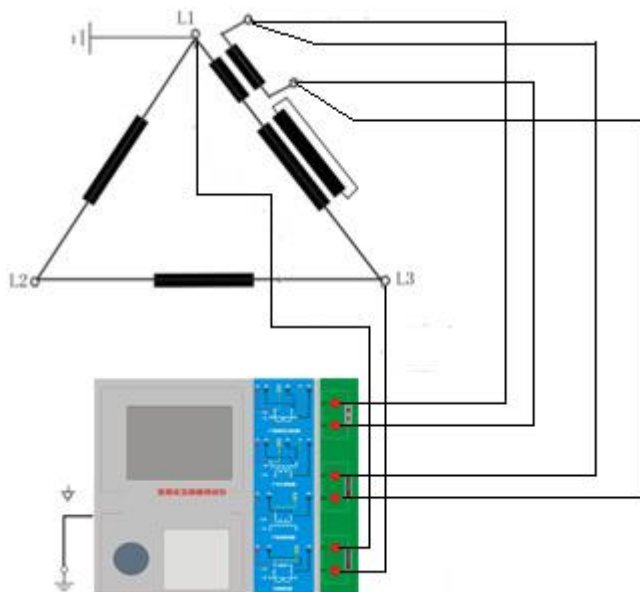

图 C.2 测试仪在三角形接法变压器上进行测试时的接线方式
1. 测试仪在三角形接法变压器上进行 CT 测试的接线方式如图 C.2 所示。